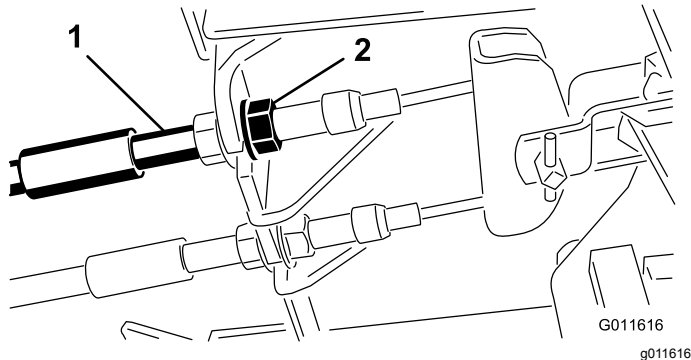

Figura 62
1. Para reducir la holgura de los pedales de freno, apriete los frenos aflojando la tuerca delantera del extremo roscado del cable de freno (**Figura 62**).